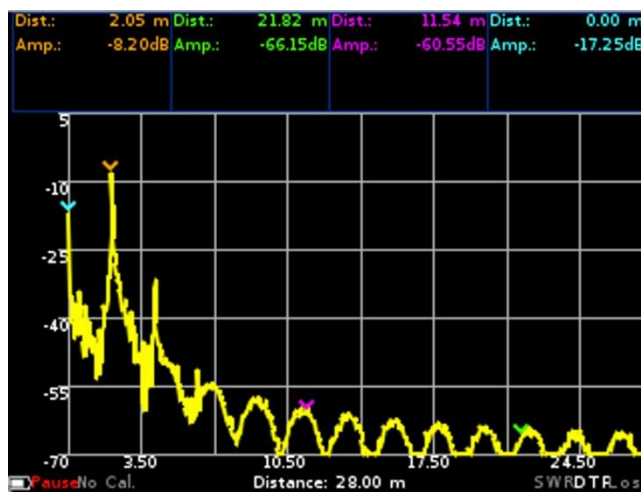

Рисунок 8.2 – Режим паузы
8.6. Нажатие на экран с отображаемым графиком во время производства измерений переводит прибор в режим паузы (Рисунок 8.2). В данном режиме пользователь может более детально рассмотреть график. Информация о состоянии прибора отображается мигающим символом **PAUSE** возле символа аккумулятора.